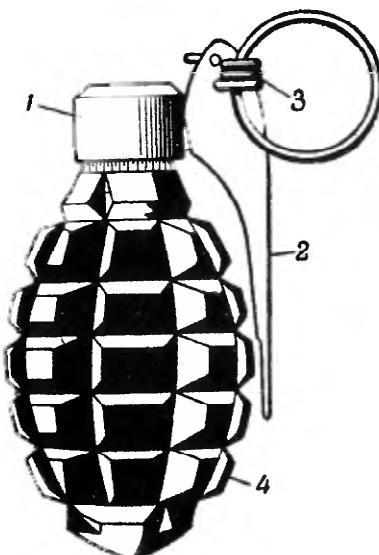

Рис. 84. Общий вид польской ручной гранаты О-23:
2. Польская ручная осколочная граната О-23 (рис. 84)